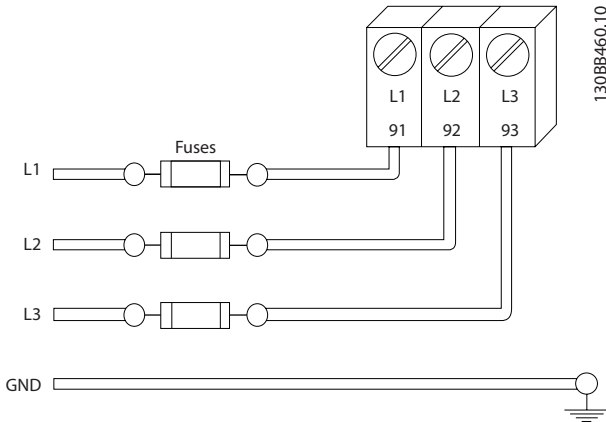

Рисунок 2.4 Предохранители преобразователя частоты
- Все преобразователи частоты должны быть оборудованы системой защиты от короткого замыкания и перегрузки по току. Для реализации такой защиты следует использовать входные предохранители, см. *Рисунок 2.4*. Если они не устанавливаются производителем, их должен установить специалист во время монтажа. Максимальные номиналы предохранителей см. в *10.3.1 Защита*.